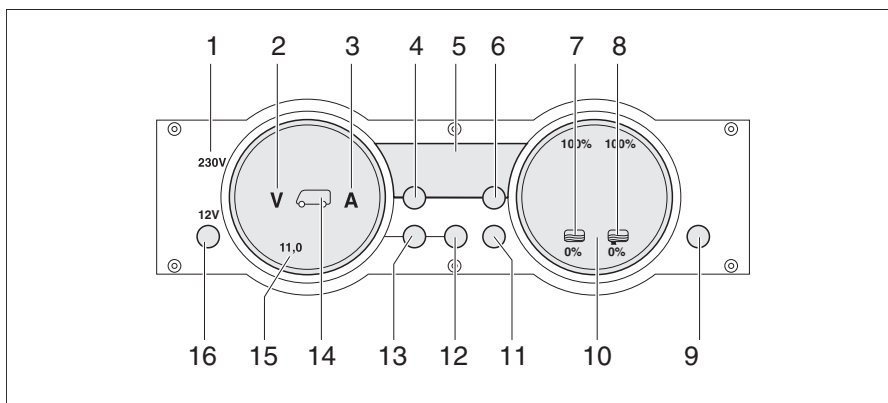

Bild 271 Panel MP 20-S
230 V-kontrollampan (Bild 271,1) lyser när nätspänningen ligger på el-blockets ingång.
Med huvudbrytaren 12 V (Bild 271,16) kopplas panelen och bodelens 12 V-försörjning till eller från.
- Tryck kort på knappen "12 V" (Bild 271,16). 12 V-försörjningen för bodelen är påslagen. Kontrollampan "12 V" lyser.
- ▷ Efter aktivering av försörjningen: om lysdioden "11,0" för voltindikering samt symbolen volt "V" (Bild 271,2) på indikeringsinstrumentet för batterierna (Bild 271,15) blinkar är bodelsbatteriets spänning för låg. Ladda batteriet.
- ▷ Efter aktivering av försörjningen: om kontrollampan "12 V", symbolen bodelsbatteri (Bild 271,14) och symbolen volt "V" (Bild 271,2) blinkar tre gånger är batterifrånkopplingen aktiverad. Avaktivera batterifrånkopplingen.
- Tryck kort på knappen "12 V" (Bild 271,16). 12 V-försörjningen för bodelen är avstängd. Kontrollampan "12 V" slocknar.
- Tryck på knappen bodelsbatteri (Bild 271,12) och håll den intryckt i ca 10 sekunder. Symbolerna volt "V" (Bild 271,2) och ampere "A" (Bild 271,3) blinkar tre gånger. Bodelsbatteriet är frånkopplat från 12 V-nätet.
- Tryck på knappen "12 V" (Bild 271,16) och håll den intryckt i ca 5 sekunder. Symbolen volt "V" (Bild 271,2) blinkar tre gånger. Bodelsbatteriet är anslutet till 12 V-nätet. Kontrollampan tänds efter ca 2 sekunder.
- Tryck på knappen Bodelsbatteri " (Bild 271,12). Symbolen volt "V" (Bild 271,2) lyser. Symbolen ampere "A" är vit eller röd beroende på laddning eller urladdning. Batterispänningen och strömmen för bodelsbatteriet visas via lysdioderna på indikeringsinstrumentet.
- Tryck på knappen Startbatteri " (Bild 271,13). Symbolen volt "V" (Bild 271,2) lyser. Startbatteriets spänning visas via lysdioderna på indikeringsinstrumentet.
- Tryck på knappen Tankar  (Bild 271,11). Symbolerna vattentank  (Bild 271,7) och avloppstank  (Bild 271,8) lyser. Nivån i vattentanken (vänster skala) och i avloppstanken (höger skala) visas via lysdioderna på indikeringsinstrumentet.
Symbolen volt "V" (Bild 271,2) och lysdioden "11,0" blinkar när batteriets spänning sjunker under 11 V (mätning under pågående drift) och det finns risk för en djupurladdning.
Symbolen vattentank  (Bild 271,7) eller symbolen avloppstank  (Bild 271,8) blinkar när vattentanken är tom eller när avloppstanken är full.
Via den digitala indikeringen (Bild 271,5) kan innetemperaturen och utetemperaturen avläsas.
- Tryck på knappen innetemperatur  (Bild 271,4). Innetemperaturen visas.